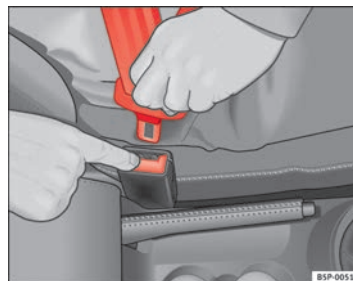

Fig. 16 Retirar la lengüeta del cierre del cinturón ▶
- Pulse la tecla roja que hay en el cierre del cinturón ⇒ fig. 16. La lengüeta del cierre es expulsada hacia fuera ⇒ △.